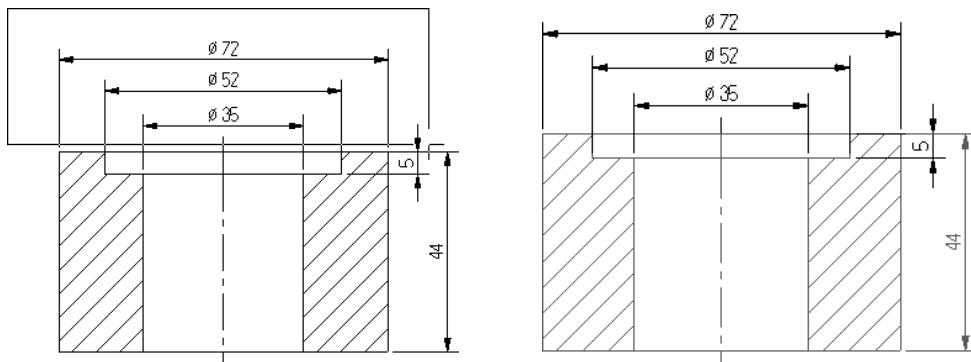

图 2-52 视窗外选取图素
- 视窗外：只选中在窗口外的图素。如图 2-52 所示，通过按住鼠标左键，再拖动